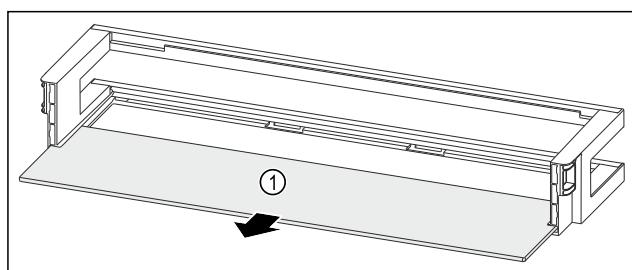

Fig. 91 Odkladací priestor vo dverách s odkladacou plochou
- Odoberte odkladaciu plochu Fig. 91 (1).